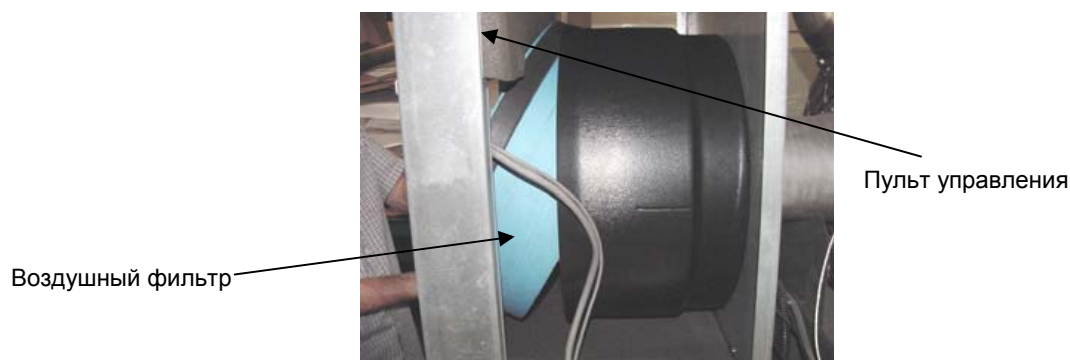

Рисунок 100 Извлечение воздушного фильтра
- Вытащите воздушный фильтр через свободное пространство в передней части укрытия под пультом управления (рис.100).